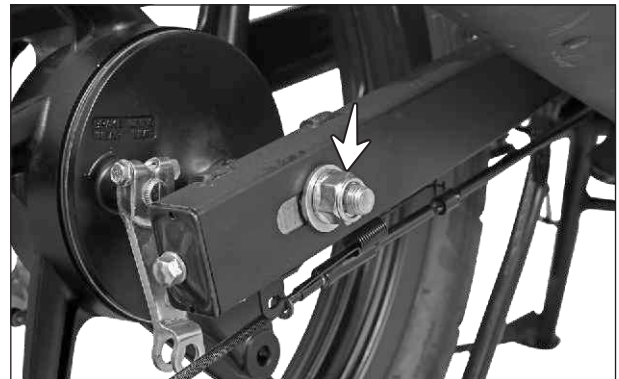

Fig. 6.82
- Retire la tuerca de seguridad (M12x1.25) del eje de la rueda trasera junto con la arandela. (Fig. 6.82)